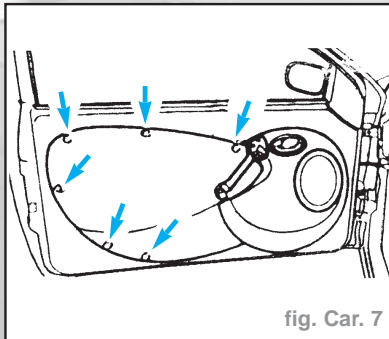

fig. Car. 7
- Déposer le panneau de garnissage de porte avant (six clips) (fig. Car. 7).